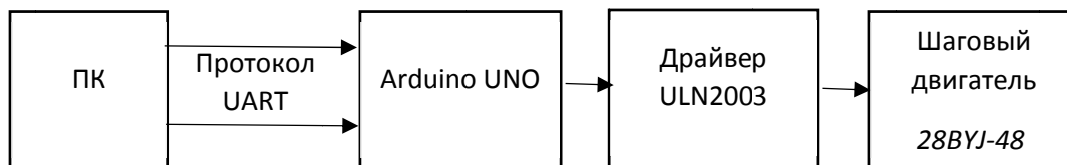

Рис.1 Схема управления шаговым двигателем с помощью ПК, используя протокол UART
1. Необходимо собрать установку в соответствии со схемой (рис.1)